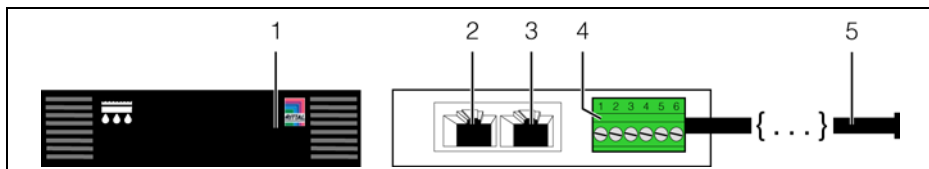

Рис. 3: Элементы индикации, штекеры и разъемы
Элементы управления и индикации показаны на рис. 3.
#### Обозначения на рис. 3
- Подключите штекер сенсорного шнура к универсальному разъему (рис. 3, поз. 4).
- Соедините датчик утечки кабелем CAN-Bus с СМС III PU или соседними элементами в шине CAN-Bus (рис. 3, поз. 2, 3).